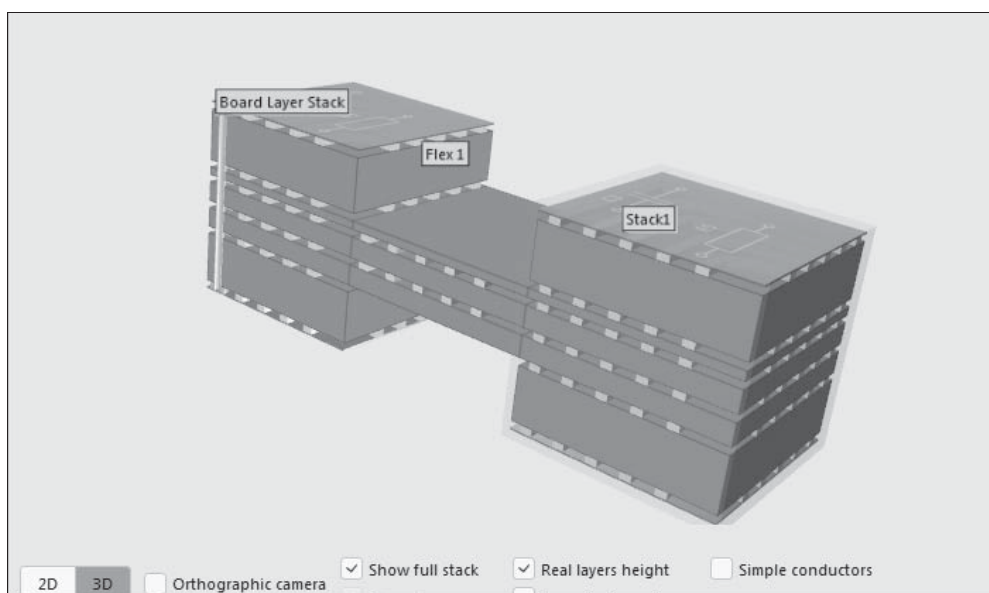

Рис. 7.42. Визуализация гибко-жесткой структуры
7. Наглядное изображение сформированной структуры открывается по команде главного меню **Tools | Layer Stack Visualizer** (рис. 7.42):